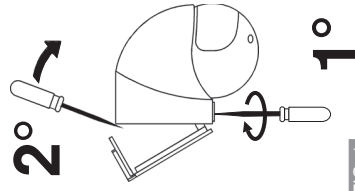

FIG. 1
- Staccare la staffa di supporto posteriore dal rilevatore (FIG. 1).